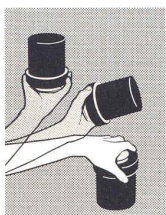

FIG. 2
- 2 När ca en minut har gått, vänd dosan uppochner och sedan tillbaka till ursprungsläget igen. (Se fig. 2).